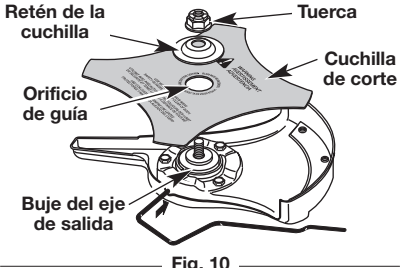

Fig. 10
- Coloque la cuchilla de corte en el buje del eje de salida (Fig. 10).